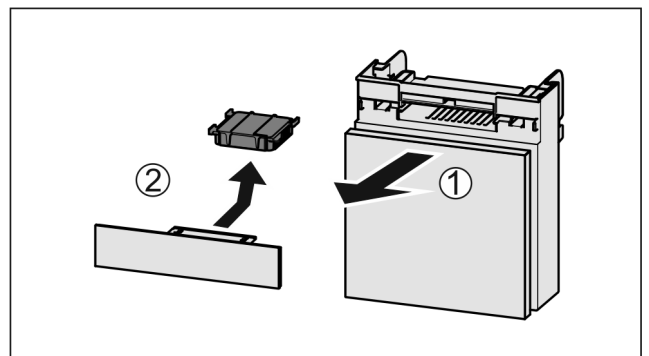

Fig. 166
- ▶ Потягніть Fig. 166 (1) відділення вперед.
- ▶ Витягнути Fig. 166 (2) фільтр з активованого вугілля.